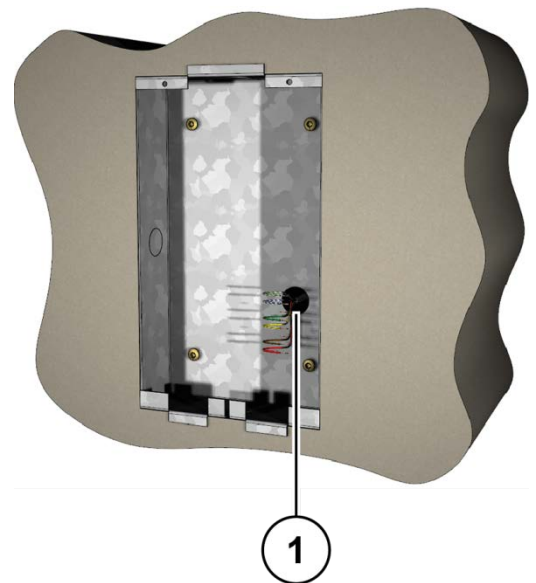

Abb. 2: Montage Unterputzkasten
► Fertigen Sie einen Wandausschnitt für den Unterputzkasten an (Abb. 2).